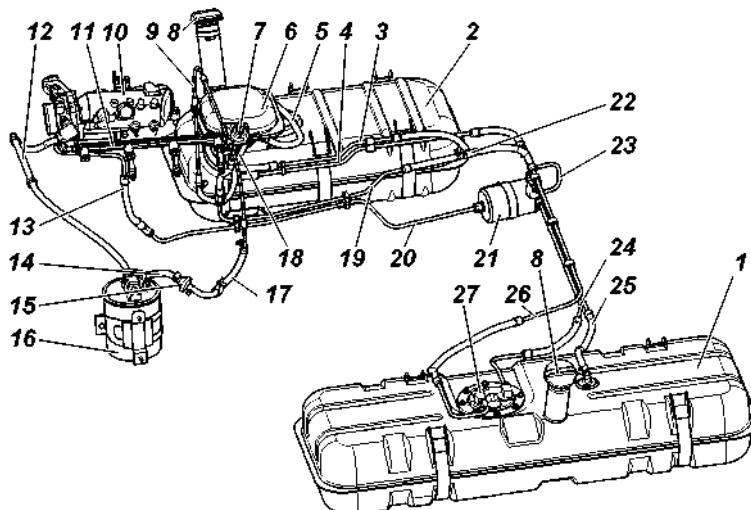

Рис. 9.7. Схема системы питания двигателя топливом:
Система питания (рис. 9.7)
- при закрывании наливных горловин топливных баков убедиться в исправности пробок 10 (рис. 9.7), наличии и целостности уплотнительной прокладки, обеспечить приложением соответствующего усилия герметичное закрытие пробок;
Топливные баки. Обслуживание топливных баков 1, 2 (рис. 9.7), заключается в периодической промывке фильтра электробензонасоса (левый бак), промывке фильтра приемной трубы указателя уровня топлива (правый бак) и промывке самих баков.
Электробензонасос 27 (рис. 9.7). Периодически проверяйте и очищайте контакты подключения топливного насоса к бортовой сети.